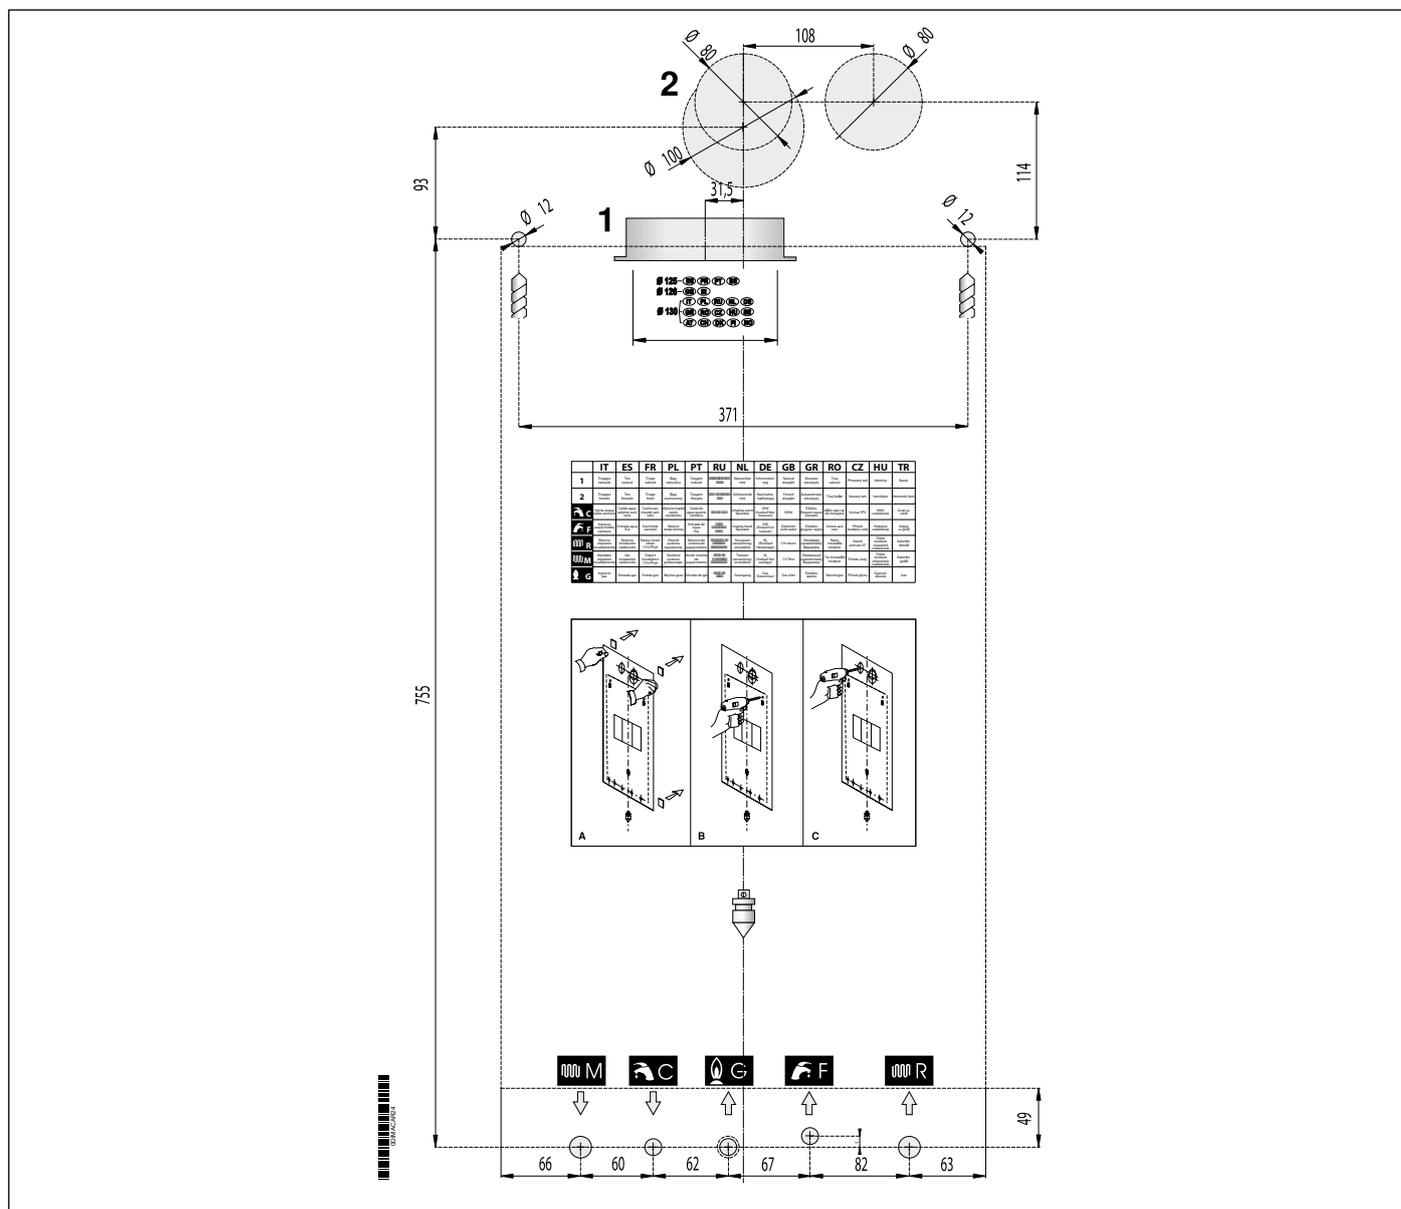

Рис. 11 Шаблон из картона
- монтажный шаблон (смотри Рис. 11 Шаблон из картона).
Каждый котел снабжен специальным шаблоном из картона (смотри Рис. 11 Шаблон из картона).